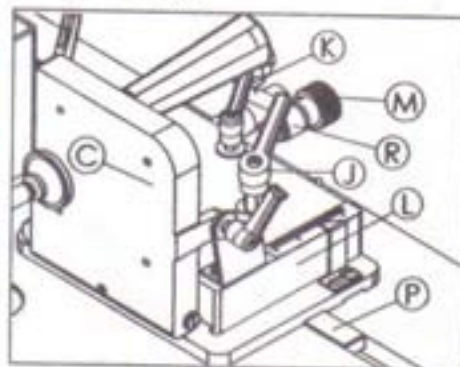

FIGURE 8
5. Desserrez les deux leviers de blocage (J) et (K), figure 8, et déplacez le chariot (L) jusqu'à ce que le plateau de support vertical (C) se retrouve contre la lame de la scie, puis serrez le levier (J).
6. Vérifiez si le plateau de support vertical (C), figure 8, est parallèle à la lame de la scie.
7. Si un ajustement est nécessaire, desserrez le niveau (J), figure 8, et tournez le bouton (M) dans le sens horaire aussi loin que possible pour aligner les trous (N) avec la barre de guidage (P) et vous pourrez atteindre les vis de réglage à partir du dessous du chariot. Desserrez les deux vis à l'intérieur des trous (N) et déplacez le chariot (L) jusqu'à ce que le plateau de support vertical (C) soit parallèle à la lame de scie, puis serrez les deux vis à l'intérieur des trous (N).
8. Déplacez le chariot (L), figure 8, à 1/8" de la lame pour que le plateau de support vertical (C) soit dégagé du levier de serrage de la lame de scie (J).
9. Tournez le bouton (M), figure 8, dans le sens antihoraire jusqu'à ce que le collier (R) se trouve à mi-chemin entre le bouton (M) et le côté du chariot (L). Serrez le levier (K).